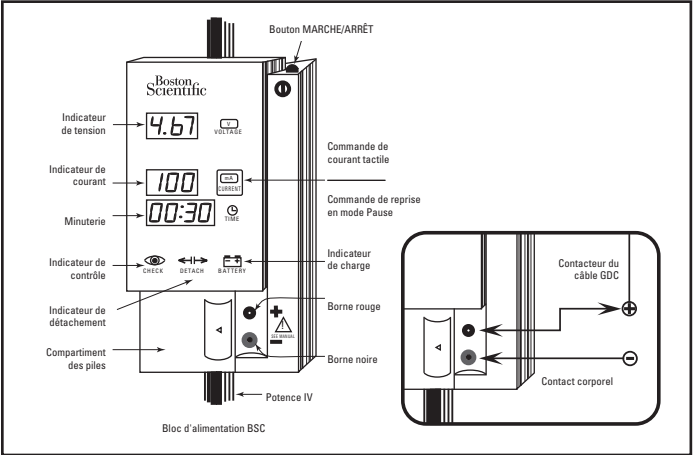

Figure 5. Bloc d'alimentation Boston Scientific
18. Appuyer sur le bouton On/Off (Marche/Arrêt) situé sur la partie supérieure droite du bloc d'alimentation BSC (Figure 5). Tous les affichages clignotent et le système effectue une vérification automatique.